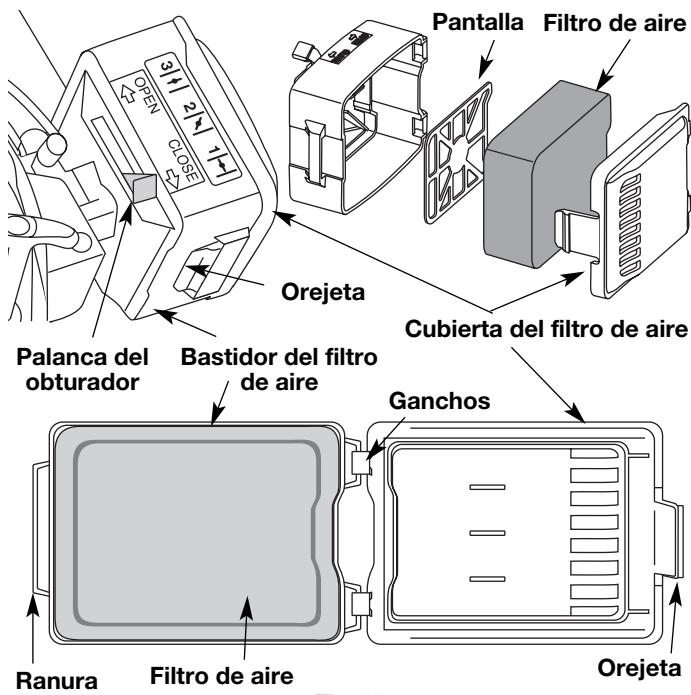

Fig. 22
- Abra la cubierta del filtro de aire. Empuje hacia adentro la orejeta del lado derecho de la cubierta, y extraiga la cubierta del filtro de aire hacia afuera y hacia la izquierda (Fig. 22).
- Retire el filtro de aire (Fig. 22).
- Vuelva a colocar el filtro (Fig. 22).
7. Vuelva a instalar la cubierta del filtro de aire. Coloque los ganchos del lado derecho de la cubierta del filtro de aire en las ranuras del lado derecho de la placa posterior (Fig. 22).
8. Mueva la cubierta hacia la izquierda derecha hasta que la orejeta del filtro de aire calce en su lugar en la ranura de la placa posterior (Fig. 22).